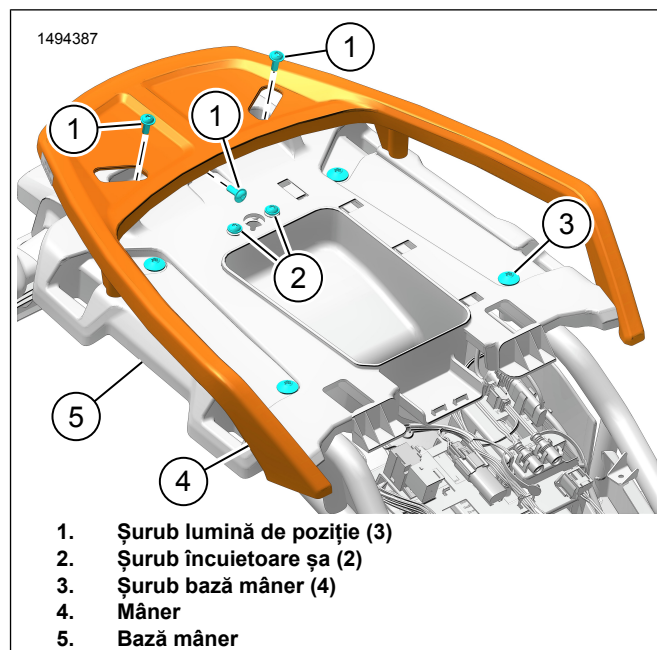

Figura 3. Suportul pentru mână
1. A se vedea figura 3. Scoateți șuruburile bazei mânerului (3).
- a. Deconectați conectorul lămpii de poziție (5)
- b. A se vedea figura 3. Scoateți șuruburile (1).
- a. A se vedea figura 3. Scoateți șuruburile de la încuietoarea șeii (2).